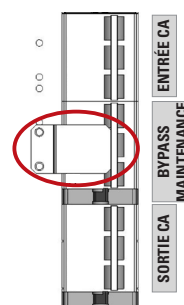
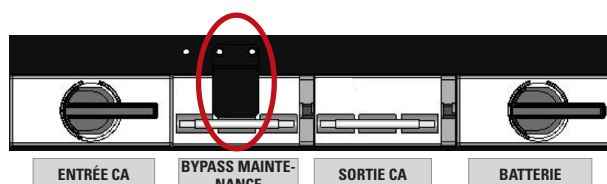

Fig. 61. Blocage mécanique de l'interrupteur de bypass de maintenance de l'onduleur, équipements de 30 kVA et 40 kVA.
Fig. 62. Blocage mécanique de l'interrupteur de bypass de maintenance de l'onduleur, équipements de 50 kVA, 60 kVA et 80 kVA.
5. Retirer le blocage mécanique de l'interrupteur de bypass manuel de l'onduleur : desserrer les vis et retirer le cache métallique (voir Fig. 61 et Fig. 62).
10. Remettre le blocage mécanique de l'interrupteur de bypass manuel de l'onduleur : visser le cache métallique avec les vis fournies (voir Fig. 61 et Fig. 62).